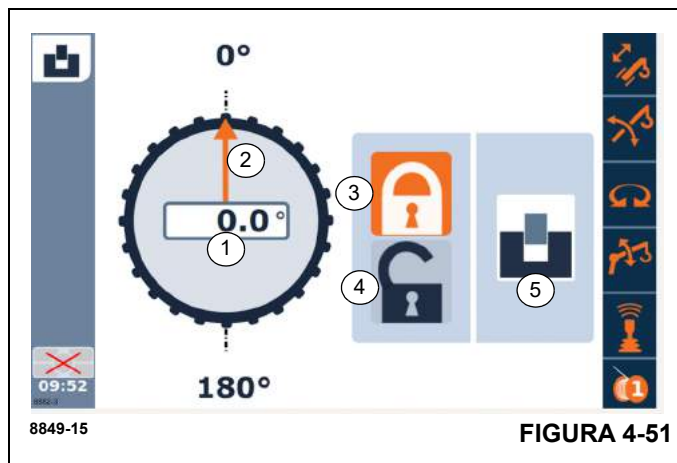

FIGURA 4-51
- Para fijar el bloqueo de giro en 360°, use el cuadrante selector para resaltar (3), (Figura 4-51), y oprima la tecla Enter (intro). El número 4 debe dejar de mostrar desbloqueo, y mostrar bloqueo (3).
- Seleccione el símbolo (4), (Figura 4-51).
- Oprima el botón hasta que el símbolo (5), (Figura 4-51), se muestre con el pasador afuera.